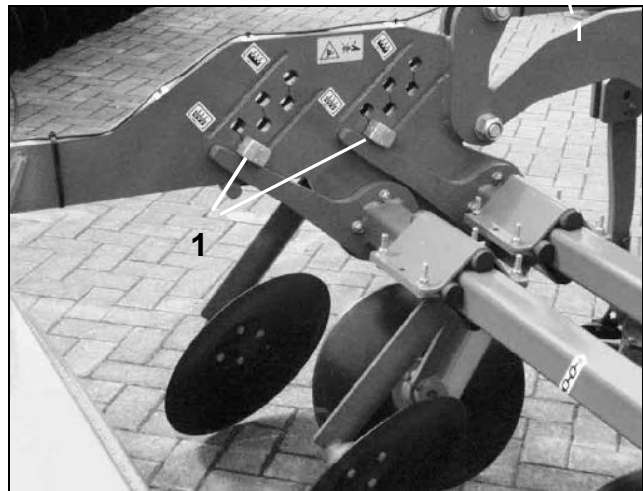

Fig. 11
- Sett eksenterbolten (Fig. 11/1) høyere/lavere og/eller dreie den.